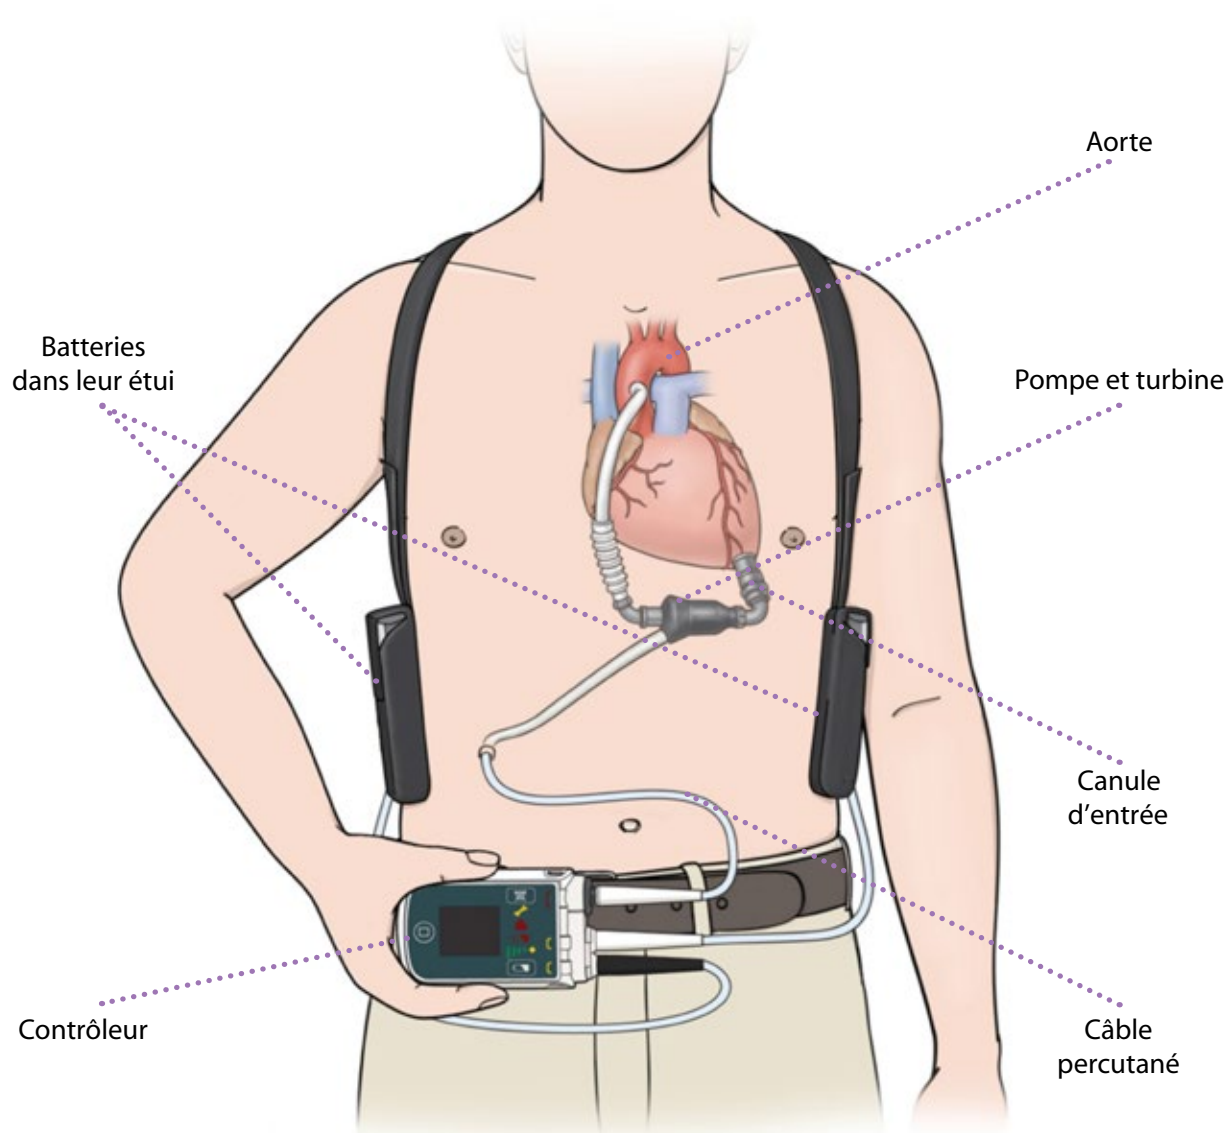

FIGURE 3 • Composantes du DAVG de type *Heart Mate II* - **ALIMENTÉ PAR BATTERIES**
La canule d'entrée de la pompe reçoit le sang du cœur (ventricule gauche) et le dirige vers la pompe. La turbine à l'intérieur de la pompe fournit la force nécessaire pour pousser une partie du sang du ventricule gauche vers l'aorte. L'autre partie du sang suit le trajet habituel à l'intérieur de votre cœur (Figure 3). Le DAVG de type Heart Mate II fonctionne en continu et non de façon pulsée. Il est normal de ne PAS percevoir votre pouls.
- ▶ les batteries (Figure 3);